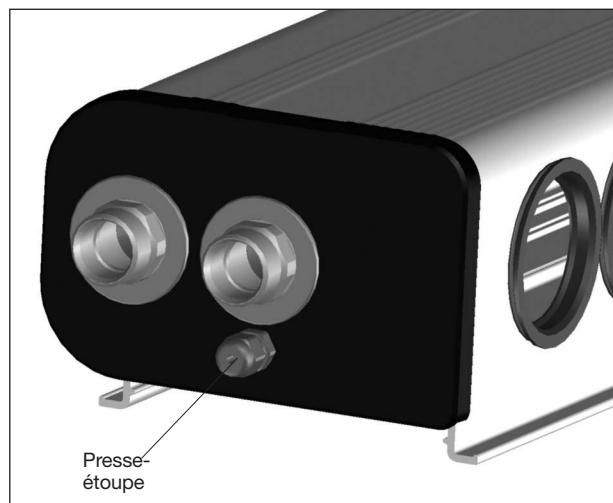

Fig. 28: Face gauche avec presse-étoupe pour fixer le câble de la sonde de température (par ex. PT 1000)
tubes doivent être montées selon une boucle de Tichelmann - le circuit solaire est réparti en plusieurs colonnes de 120 tubes chacune. Les colonnes individuelles présentant alors la même résistance, leurs débits sont identiques. Pour les capteurs OKP 10 et OKP 20, la sonde de température doit toujours être montée sur l'aller chaud (VL) du côté gauche du capteur (voir fig. 28).